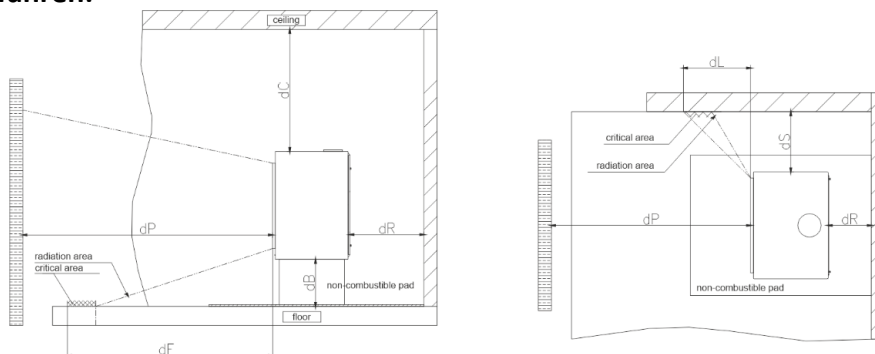

Abb. 2.
9. Aschenbechergriff; 10. Griff; 11. Mauerstein (Abb. 2); 12. Deflektor; 14. Rauchrohranschluss; 15. Sicherheitsbügel; 16. Rost; 17. Feder.